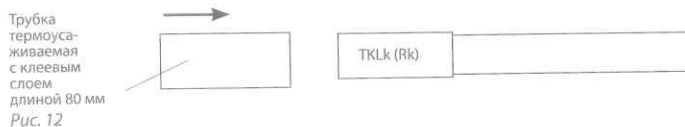

Рис. 12
5.2.5. Надеть поверх концевой заделки термоусаживаемую трубку с клеевым слоем длиной 80 мм (см. рис. 12).